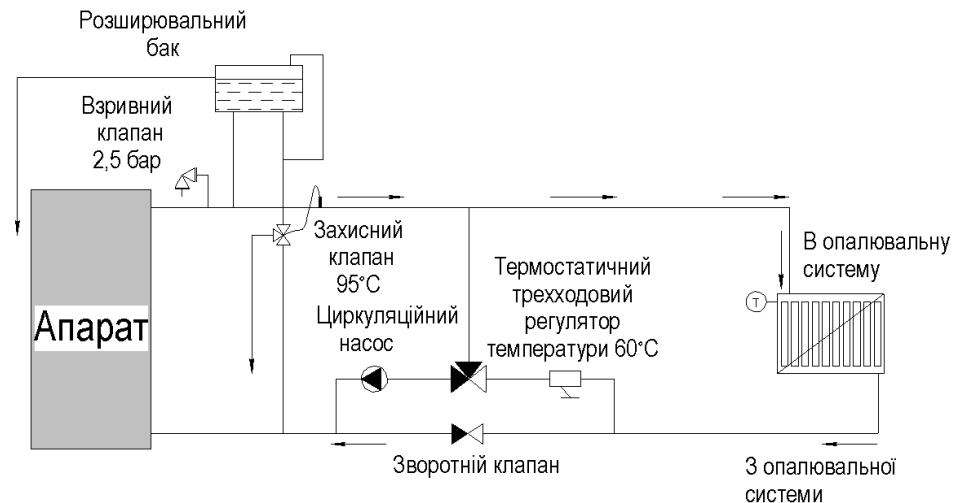
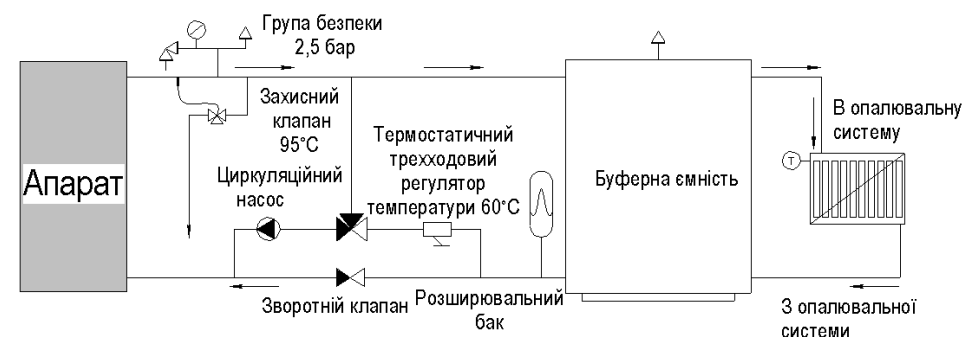

Рис. 4. Рекомендована схема приєднання апарата до відкритої системи опалення
Рис. 5. Рекомендована схема приєднання апарата до закритої системи опалення
**УВАГА!** При першому розпалі апарата, коли вода в системі не прогріта, можливе природне випадання конденсату в середині апарату. Після прогрівання конденсат зникає. Для зменшення утворення конденсату використовуйте одну із рекомендованих схем підключення апарата до системи опалення (Рис.5 або Рис.6)
- вентилятор, за допомогою чотирьох шайб і болтів, прикріпити до фланця, який знаходиться на задній стінці корпуса див. рис.4
2.2.2.2.6 Схема під'єднання апарата до системи опалення приведена на рис. 4 і рис.5.